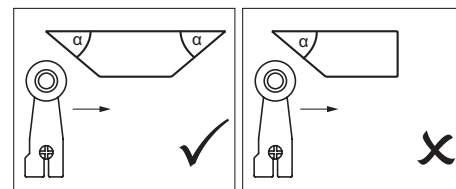

Bild 1: Nockenform
- Um ein Pellen des Betätigungselements zu verhindern muss der Nocken allmählich auslaufen (siehe Bild 1).